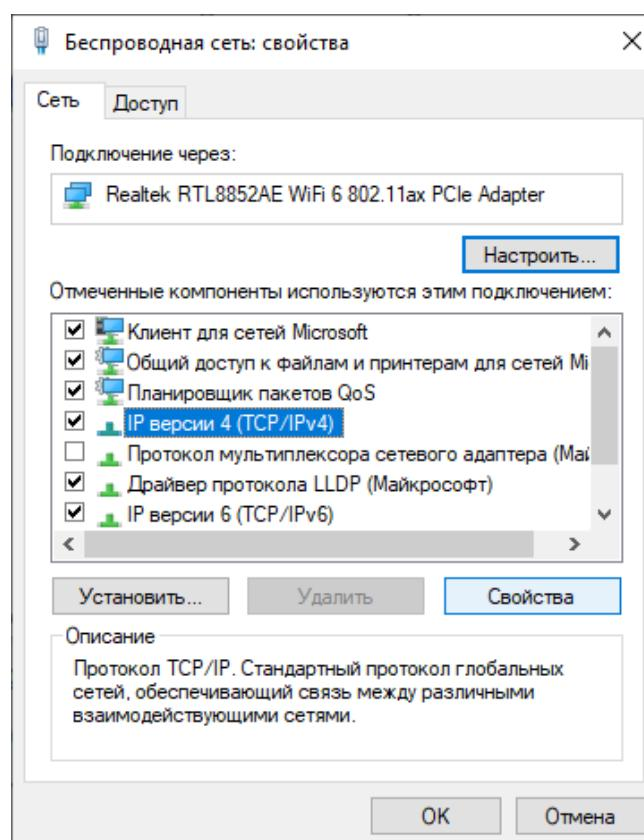

Рисунок 12.
**Шаг 4.** В появившемся окне выберите пункт **IP версии 4 (TCP/IPv4)** и нажмите кнопку **Свойства**, см. Рисунок 12.